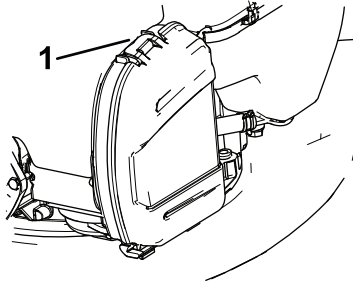

Figura 16
1. Tire de la pestaña para abrir la tapa del filtro de aire (Figura 16).